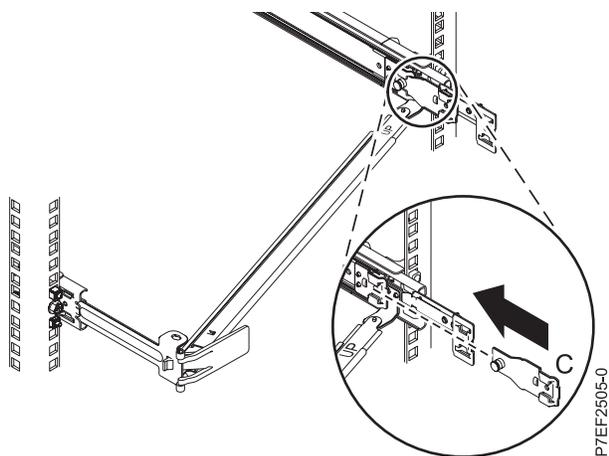

Figura 16. Instalación de la abrazadera de montaje en el riel deslizante
- Fije la pieza de sujeción de montaje (C) en la ranura que hay en la parte interior del riel deslizante derecho deslizando la pieza de sujeción de montaje (C) en el riel derecho hasta que la patilla encajada por resorte quede encajada en su sitio, como se muestra en la Figura 16 en la página 13.